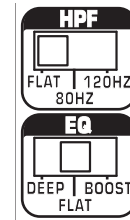

Abbildung 1
2. Stellen Sie den HPF und EQ Schalter auf die Flat Positionen (Abbildung 1).